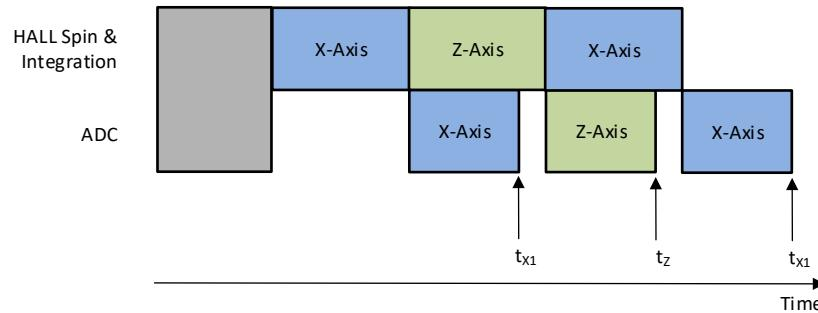

图 8-3. XZX 磁场转换
在绝对角度测量中，需要来自多个轴的应用传感器数据，才能计算出精确的角度。在不同时间通过同一信号链收集的磁场数据会在角度计算中引入误差。TMAG5170 提供伪同步采样数据收集模式来消除此误差。图 8-3 显示了一个示例，其中 MAG_CH_EN 设置为 1101b 来收集 XZX 数据。方程式 14 显示了 X 和 Z 传感器数据的时间戳相同。
- t_{X1} 、 t_Z 、 t_{X2} 是 X、Z、X 传感器数据完成的时间戳，如图 8-3 中定义。